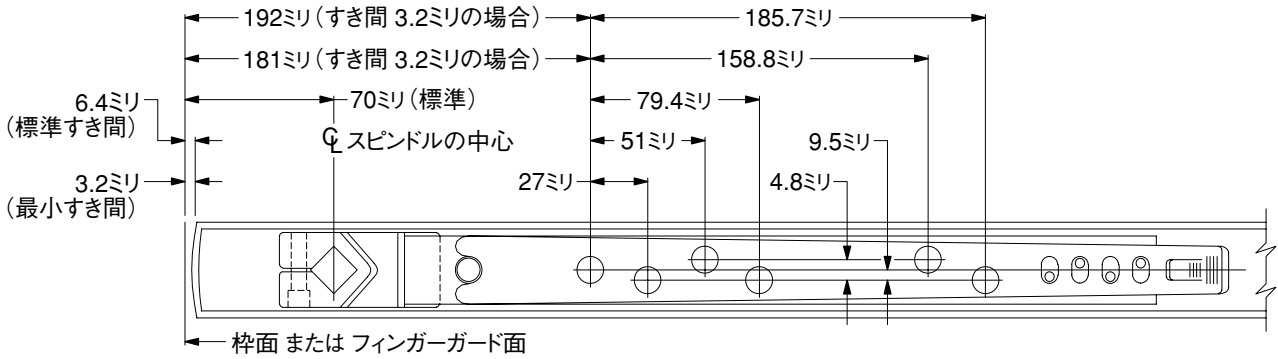

図11-1
11.1 コンシールドアームをドアに取り付けます。(図11-1)